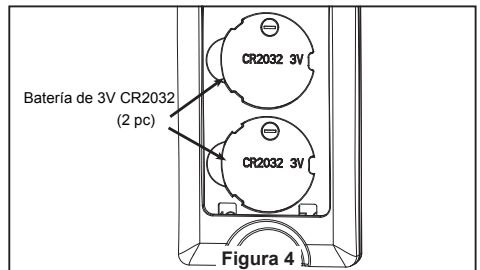

Figura 4
2. Levante cuidadosamente el ventilador y coloque el ensamble de la bola para colgar/varilla en la abrazadera para colgar que acaba de fijar a la caja de salida. Asegúrese de que la ranura de la bola esté alineada con la lengüeta de la abrazadera para colgar. (Figura 4)
3. Realice las conexiones de cables al bloque del terminal como se muestra en la Figura 4.
4. Instale la unidad LED en la unidad del kit de iluminación usando los tornillos extraídos en el paso 3A. (Figura 4)
4. Para que el ventilador sea funcional, instale las pila (incluidas) de 3V en el transmisor del mando a distancia. Mientras el ventilador esté apagado. A continuación, siga el proceso de fijación remota de código. Si no se utiliza el ventilador durante un largo periodo de tiempo, extraiga la batería para evitar cualquier daño al transmisor. Almacene el mando a distancia en un lugar alejado del calor o la humedad excesiva. (Figura 4)